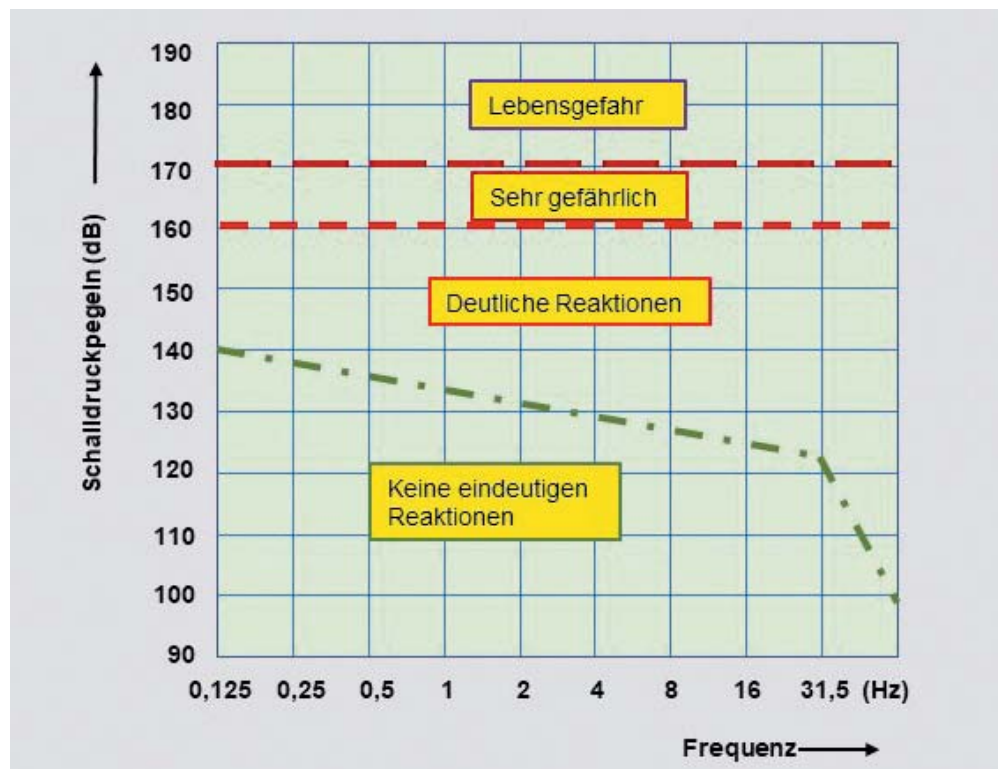

Bild 5: Gefährdungsbereiche bei Infraschall-Expositionen (nach Borgman)
Und das Bild 5 gibt Auskunft über verschiedene Gefährdungsbereiche bei Infraschallexpositionen. Mit der Bewertungskurve (G) gemessene Schalldruckpegel werden in dB(G) angegeben.